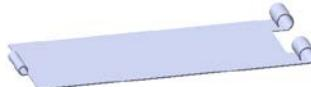

图 14.4.15 折叠 1
Step9. 创建图 14.4.15 所示的钣金特征——折叠 1。
(1) 选择命令。选择下拉菜单 **插入(I)** \rightarrow **钣金(O)** \rightarrow **折叠(F)...** 命令（或单击“钣金”工具栏上的“折叠”按钮 U ），系统弹出“折叠”对话框。
(2) 定义固定面。选取展平 1 特征的固定面为固定面。
(3) 定义折叠的折弯特征。在“折叠”对话框中单击**收集所有折弯(A)** 按钮，系统将模型中所有可折叠的折弯特征显示在**要折叠的折弯:**列表框中。
(4) 单击 \checkmark 按钮，完成折叠 1 的创建。